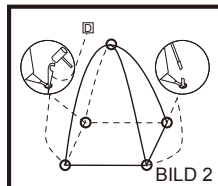

BILD 2
3. Ställ upp tältet <A> och trä in stångändarna i järnpinnarna (som finns i varje hörn av tältet <A>). (BILD 2)
4. Sätt fast taket på innettältet <E> vid punkten där stängerna möts med det fastsydda bandet. (BILD 2)
5. Säkra tältet genom att trycka ner tältpinnarna <D> i marköglorna. (BILD 2)